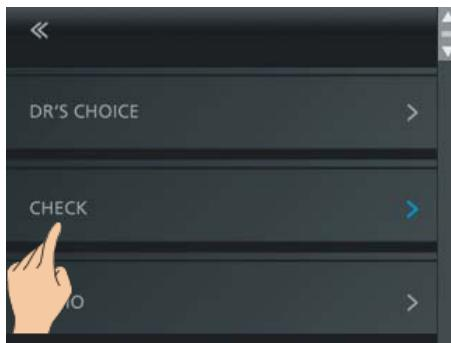

Fig. 28 Valg af CHECK
- Åbn indstillingsmenuen, og vælg funktionen CHECK (fig. 28).